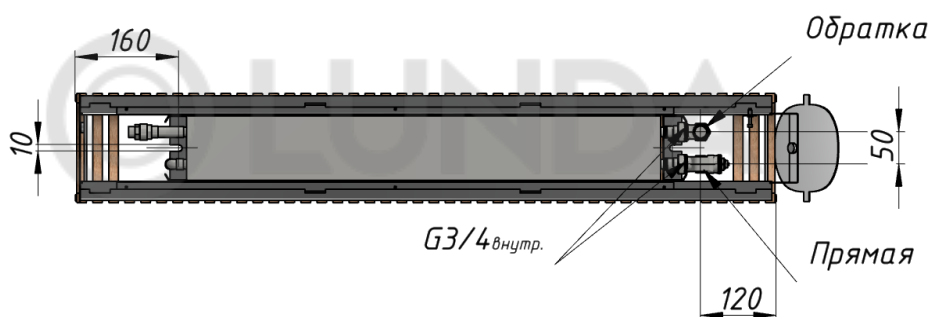

Рисунок 5
6) Закрепите конвектор на полу: разметьте места крепежа в соответствии с положением пазов в ножках конвектора и выводом подводящих труб (рис. 5), просверлите крепежные отверстия в полу, вставьте анкерные винты, поместите конвектор сверху и зафиксируйте его.